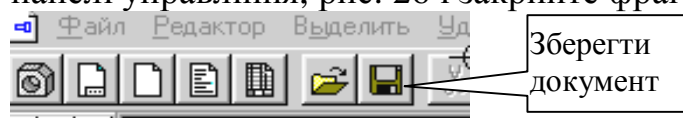
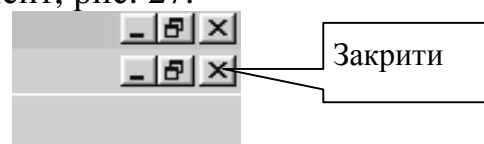

Рис. 26.
Рис. 27.
Збережіть фрагмент, натиснувши на кнопку Зберегти документ на панелі управління, рис. 26 і закрийте фрагмент, рис. 27.
6. Збережіть фрагмент, натиснувши на кнопку *Зберегти документ* на панелі управління, рис. 26 і закрийте фрагмент, рис. 27.